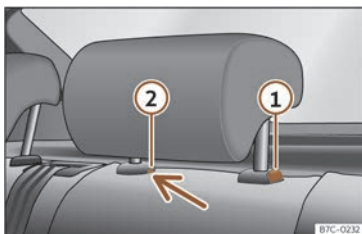

Abb. 72 Kopfstütze hinten ausbauen.
- Drücken Sie die Taste >>> (**Abb. 72**) ① sowie gleichzeitig mit einem Schlitzschraubendreher (Breite max. 5 mm) in die Öffnung der Verriegelung ② und ziehen Sie die Kopfstütze heraus.